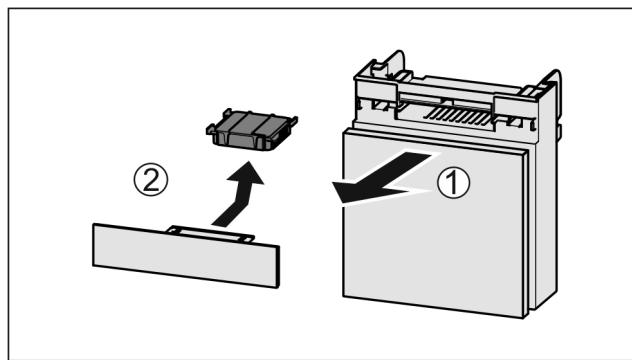

Fig. 66
- Издърпайте Fig. 66 (1) напред отделението.
- Извадете Fig. 66 (2) филтъра с активен въглен.